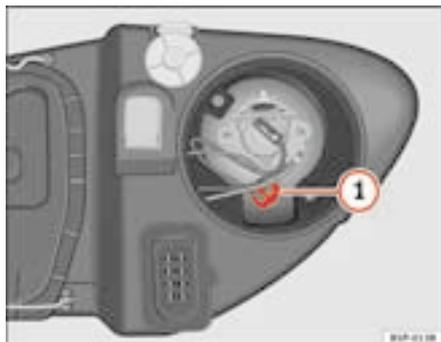

Fig. 184 Luz de presença
- Extrair o porta-lâmpadas ⇒ fig. 184 **1**) para fora.